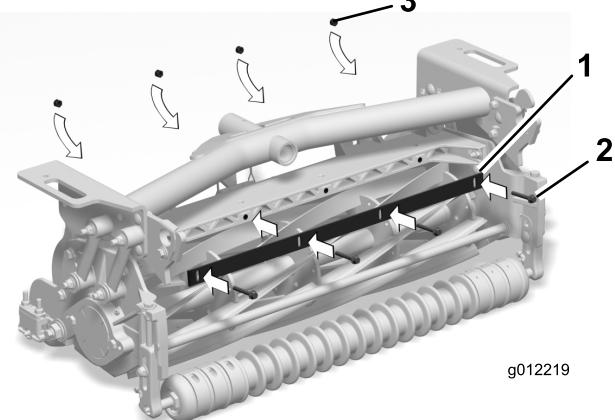

Bild 7
| 3. Befestigen Sie die Schnittleiste mit vier Schrauben (1/4" x 1-3/4") und vier Sicherungsmuttern (1/4") lose am Schneideeinheitrahmen (Bild 7). | |
5. Ziehen Sie die Schrauben und Sicherungsmuttern an (Bild 7).